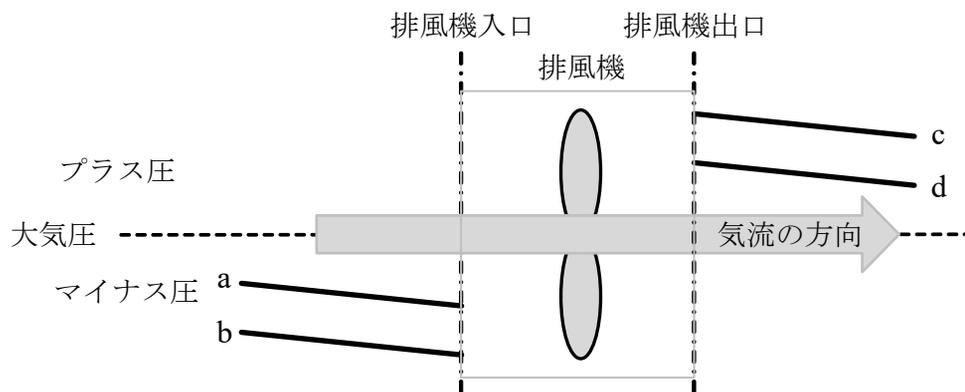

図5 排風機前後の圧力分布
(5) 図5は、排風機前後の圧力分布のグラフの上に排風機の絵を重ねたものである。グラフの圧力分布は大気圧との比較で示している。圧力a～dについて、静圧、速度圧、全圧のいずれになるか答えよ。